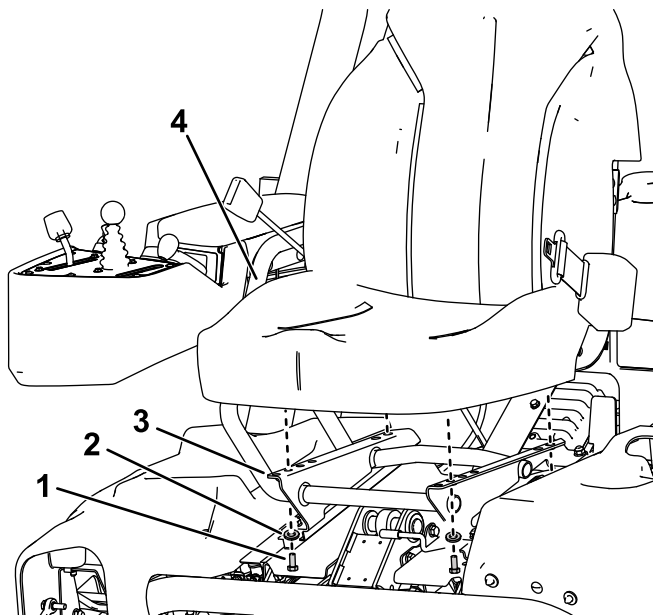

図 4
3. 先ほど外したボルト 4本とワッシャを使って運転席をシートベースに取り付ける 図 4。